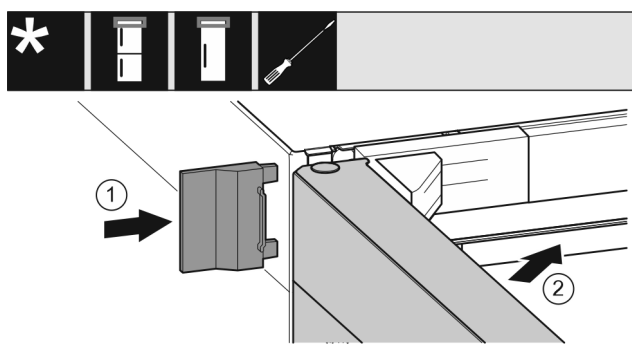

Fig. 20
- ▶ Împingeți apărătoarea exterioară. Fig. 20 (1)
- ▶ Închideți ușa superioară. Fig. 20 (2)